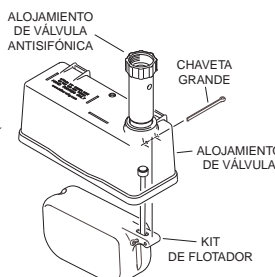

Figura 3
- Ubique el conjunto de flotador dentro del alojamiento de la válvula y haga pasar la chaveta grande de 2-1/4" por el alojamiento y el conjunto de flotador (ver la figura 3). Abra ligeramente los extremos de la chaveta grande separándolos con los alicates. Si está correctamente instalado, el conjunto de flotador debe girar libremente en la chaveta dentro del alojamiento de la válvula.